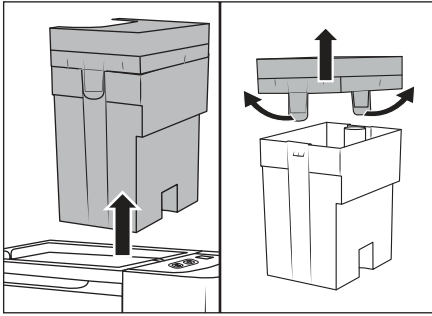

Abb. 7
- ◆ Fassen Sie den Schmutzwasserbehälter **7**  am Griff des Deckels **3** und ziehen Sie ihn nach oben aus dem Gerät (siehe Abb. 7).
- ◆ Ziehen Sie die beiden Haltelaschen leicht nach außen und nehmen Sie den Deckel **3** ab (siehe Abb. 7).